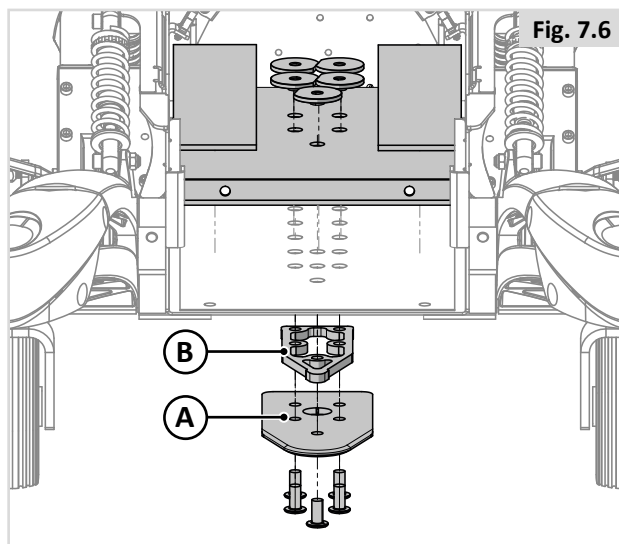

Fig. 7.6
1. Fest det 8 mm store avstandsstykket (B) til låseplaten (A) (Fig. 7.6).